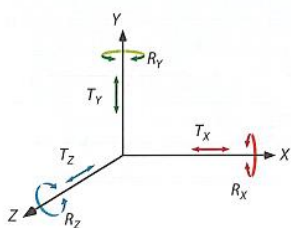

FIGURE 2 > Les six degrés de liberté
Une pièce qui n'est liée à aucune autre possède six degrés de liberté (voir la figure 2). Elle peut se déplacer en translation (T) selon chacun des trois axes orthogonaux (x, y, z), et en rotation (R) autour de chacun de ces trois axes. Les liaisons réduisent le nombre de degrés de liberté. La figure 3 montre les degrés de liberté du pêne d'un verrou.
p 375 (figure 2)